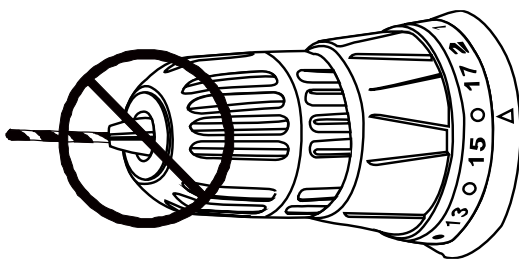

Рис.8
**Внимание:** Никогда не закрепляйте оснастку как показано на рисунке (Рис.8). Оснастка должна быть зафиксирована ровно и всеми губками патрона одновременно.